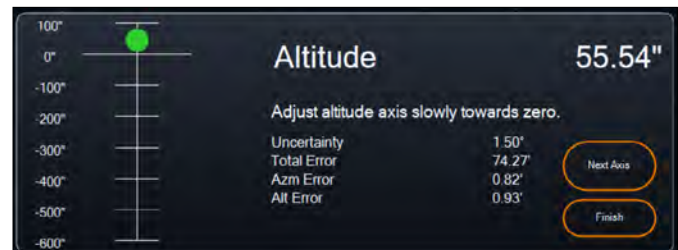

Fig. 19: Finestra Regolazione dell'asse di altitudine durante l'allineamento polare in CPWI.
5. Fare clic su "Asse successivo" quando si è finito di apportare modifiche all'azimut. Apparirà la finestra di regolazione dell'asse dell'altitudine (Fig. 19).